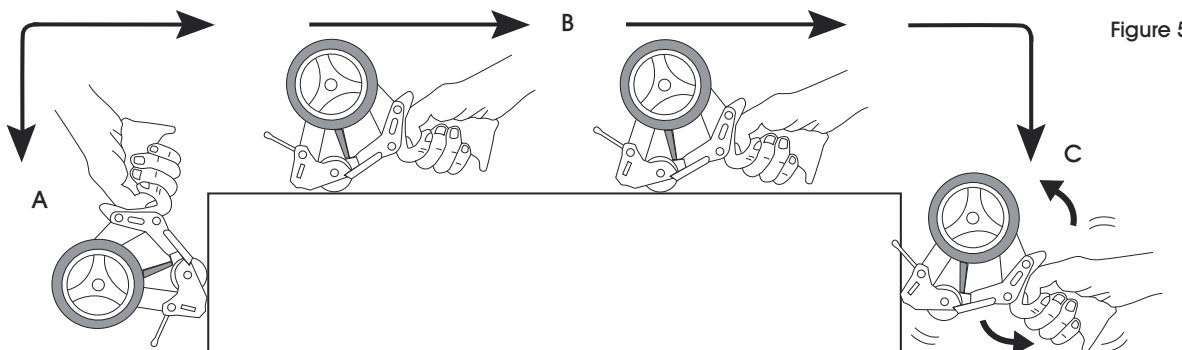

Figure 5
4. Start desired depth on the side of the box. (See Figure 5, A)
5. Roll dispenser along the carton seam. Tape should be applied evenly and smoothly with pressure being applied by the roller. (See Figure 5, B)
6. Continue down the opposite end to desired length. Tilt dispenser forward, allowing the blade to cut the tape and the wipe down blade to seal down the end of the tape. (See Figure 5, C)
- Commencez à la profondeur souhaitée sur le côté de la boîte. (Voir Figure 5, A)
- Tirez le dévidoir le long de la jointure des rabats de la boîte. Le ruban doit être appliqué de façon uniforme et en exerçant une légère pression à l'aide du rouleau. (Voir Figure 5, B)
- Continuez jusqu'à la longueur souhaitée sur le côté opposé de la boîte. Inclinez le dévidoir vers l'avant afin que la lame puisse couper le ruban et que la languette de pression puisse coller l'extrémité du ruban adhésif bien à plat contre la boîte. (Voir Figure 5, C)